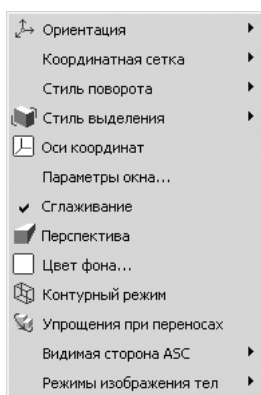

Рис. 1.110. Контекстное меню **Анимационного окна**
- щелкните в **Анимационном окне** правой кнопкой мыши. Появится контекстное меню, изображенное на рис. 1.110;